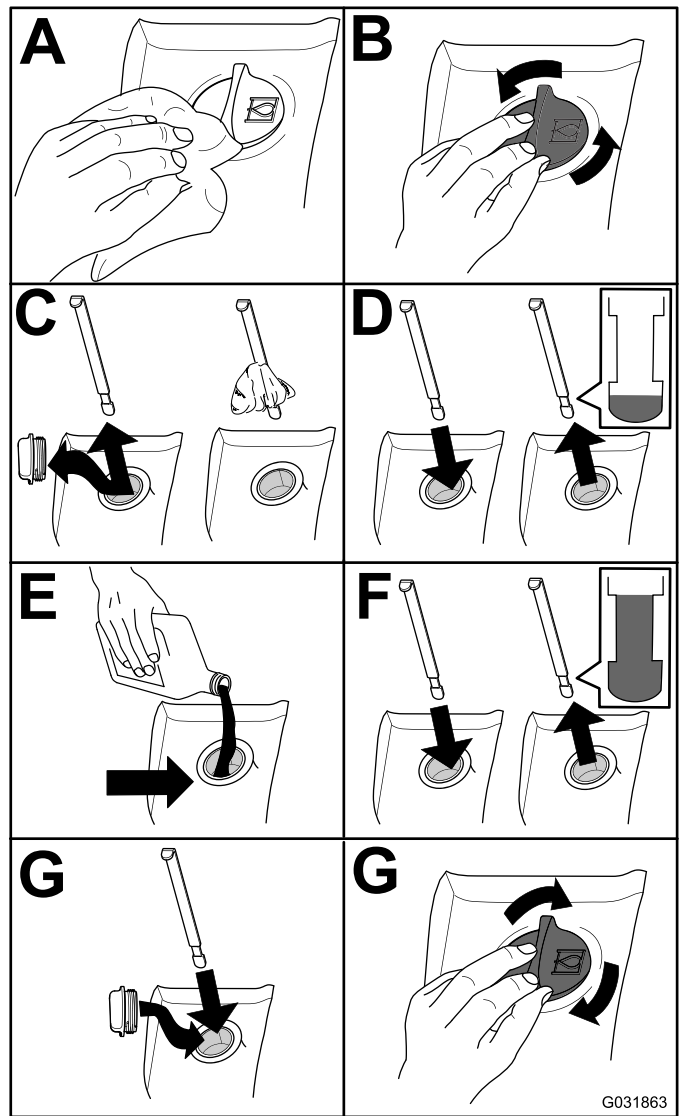

Figura 85
2. Compruebe el nivel de fluido hidráulico (**Figura 85**).